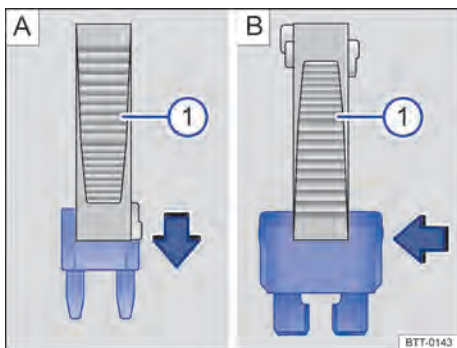

Fig. 167 Remover ou instalar um fusível com a garra da pinça de plástico ①.
- Se necessário, retirar a pinça de plástico → Fig. 167 ① da cobertura da caixa de fusíveis.
- Em caso de *fusíveis pequenos*, encaixar a garra ① por cima → Fig. 167 A.
- Em caso de *fusíveis maiores*, empurrar a garra ① lateralmente sobre o fusível → Fig. 167 B.
- Caso o fusível esteja queimado, substituir o fusível por um novo da *mesma* intensidade de corrente (mesma cor e inscrição) e do *mesmo* tamanho → ①.